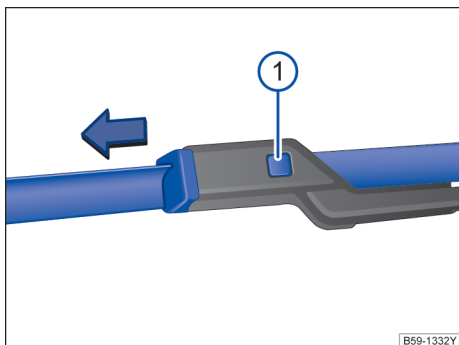

图 197 更换风窗刮水器刮水片
- 按住分离按钮→图 197 ① 同时沿图示箭头方向拉出刮水片。